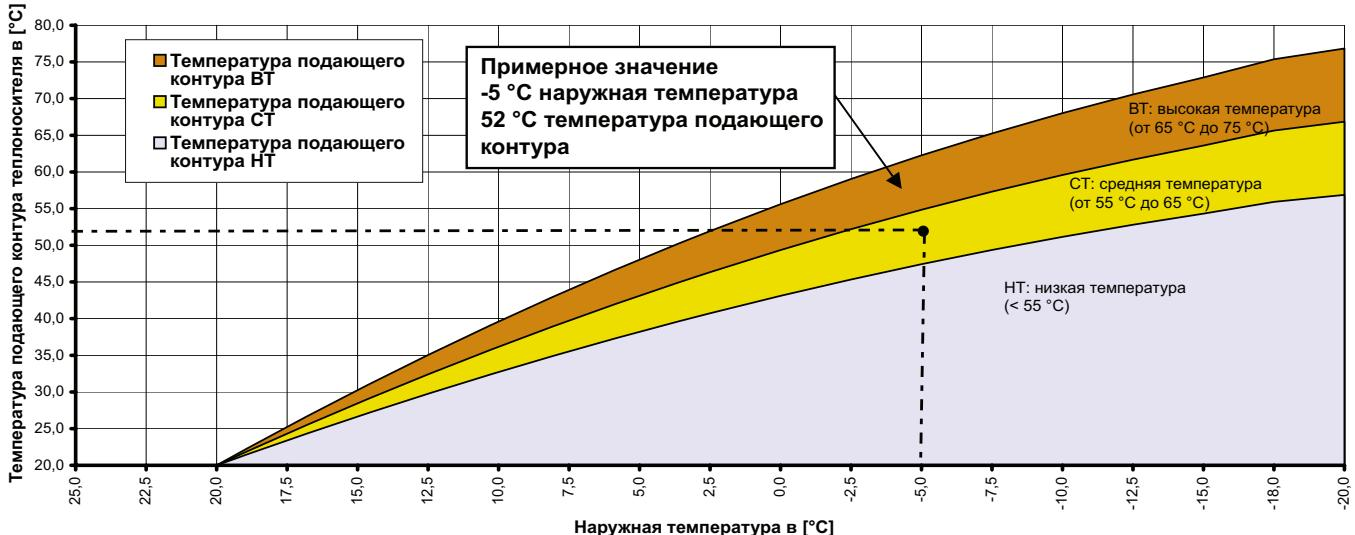

Рис. 1.1: Диаграмма экспериментального расчета фактически требуемых температур системы
b) Экспериментальный расчет в течение отопительного периода (см. Рис. 1.1 на стр. 12).